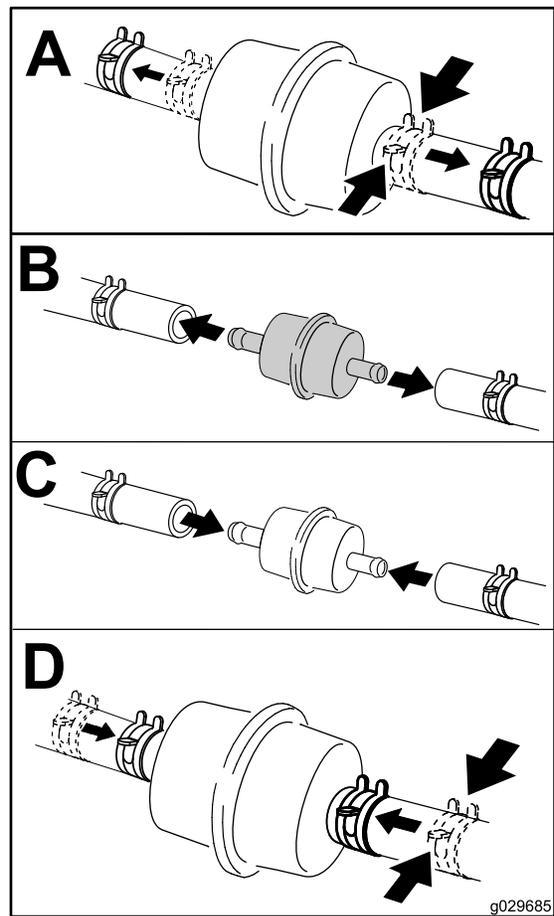

Figura 40
4. Sustituya el filtro de combustible tal y como se muestra en la Figura 40.